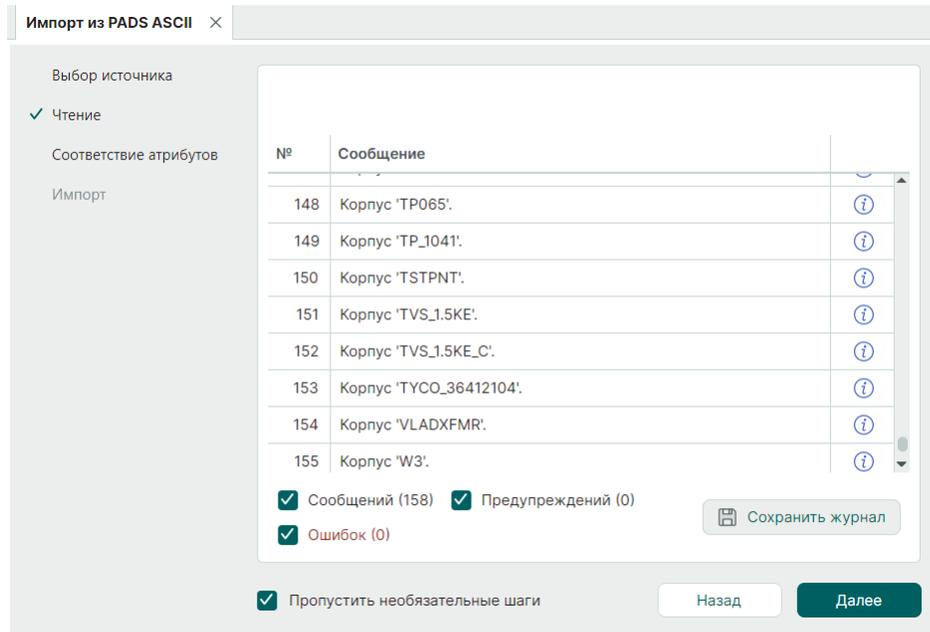

Рис. 11 Завершенный процесс чтения импортируемых файлов в окне «Мастер импорта библиотеки PADS»
5. На следующем этапе дождитесь завершения процесса чтения библиотеки и нажмите «Далее», см. Рис. 11.